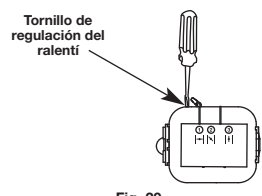

Fig. 20
El ralentí del motor es ajustable. Hay un tornillo de regulación del ralentí entre la tapa del filtro de aire y la tapa del motor (Fig. 20).
2. Suelte el gatillo del regulador y deje que el motor se mantenga en ralentí. Si el motor se para, inserte un destornillador Phillips pequeño entre la tapa del filtro de aire y la tapa del motor (Fig. 20). Gire el tornillo del ralentí a la derecha dándole 1/8 de vuelta cada vez (según sea necesario) hasta que el motor se mantenga en ralentí sin inconvenientes.